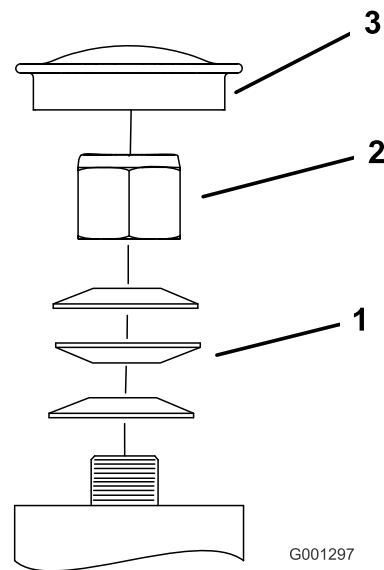

Figure 47
3. Retirez le capuchon protecteur de la roue pivotante et serrez le contre-écrou (Figure 47).
4. Continuez de serrer le contre-écrou jusqu'à ce que les rondelles élastiques soient aplaties, puis desserrez-le de 1/4 de tour pour obtenir la précharge correcte des roulements (Figure 47).
Important: Veillez à placer les rondelles élastiques correctement, comme montré à la Figure 47.
5. Remettez le capuchon protecteur en place (Figure 47).